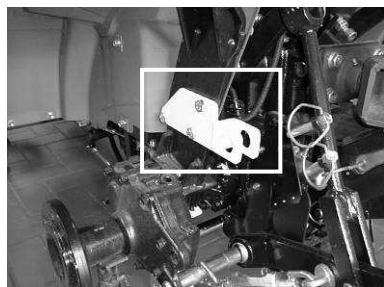

Bild 31: Halteplatte für Einstellstange
4. Befestigen Sie mit diesen drei Schrauben die Halteplatte für die Einstellstange von außen an den Rahmen (siehe Bild 31).